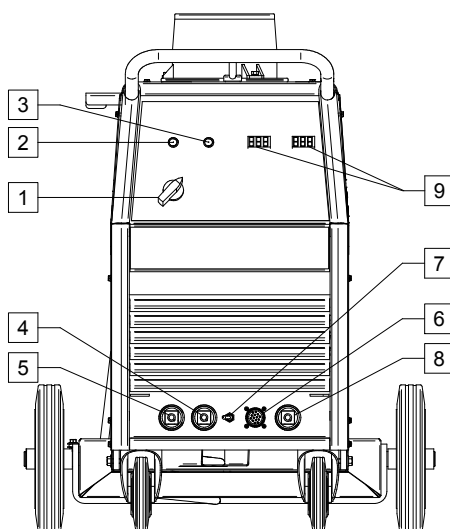

Abb. 2.
S. auch Punkte [4], [5], [6] und [8] bei Abb. 2.